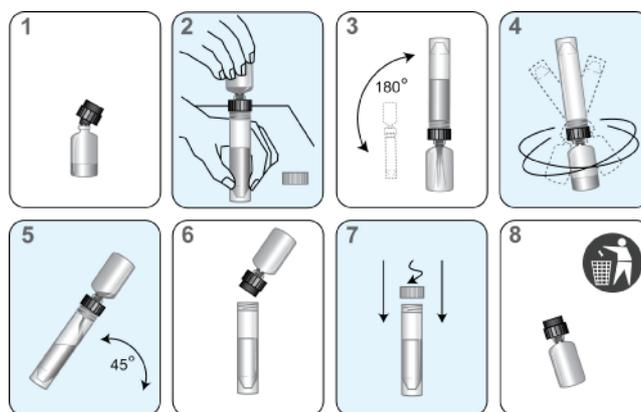

Figure 4. Procédure de reconstitution des réactifs
- ii. Insérer fermement l'extrémité à encoche du collet de reconstitution (noir) sur le flacon (Figure 4, Étape 1).
- flacon de solution de reconstitution et fixer solidement le collet au flacon de solution de reconstitution (Figure 4, Étape 2).
- v. Retourner lentement les flacons assemblés (flacon fixé au flacon de solution) pour que la solution puisse s'écouler dans le flacon en verre (Figure 4, Étape 3).
- vi. Soulever les flacons assemblés et les faire tourner pendant au moins 10 secondes (Figure 4, Étape 4).
- c. Incliner lentement les flacons assemblés pour permettre à la totalité de la solution de s'écouler de nouveau dans le flacon de solution de reconstitution (Figure 4, Étape 5).
- d. Retirer avec précaution le collet de reconstitution et le flacon en verre (Figure 4, Étape 6).
- e. Reboucher le flacon. Enregistrer les initiales de l'opérateur ainsi que la date de reconstitution sur l'étiquette (Figure 4, Étape 7).